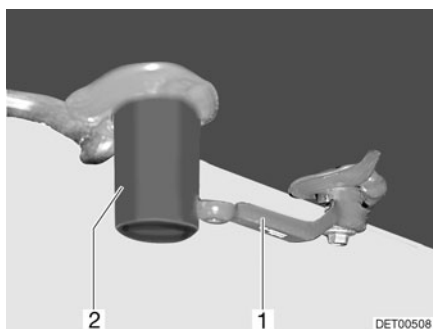

Fig. 158 Conexión de salida de aguas residuales y llave de desagüe
- Colocar un recipiente colector apropiado debajo de la conexión de salida de aguas residuales (Fig. 158,2) o colocar el vehículo con la conexión de salida de aguas residuales sobre una instalación de evacuación especialmente diseñada para ello.
- Abrir la llave de desagüe (Fig. 158,1). Se vacía las aguas residuales.